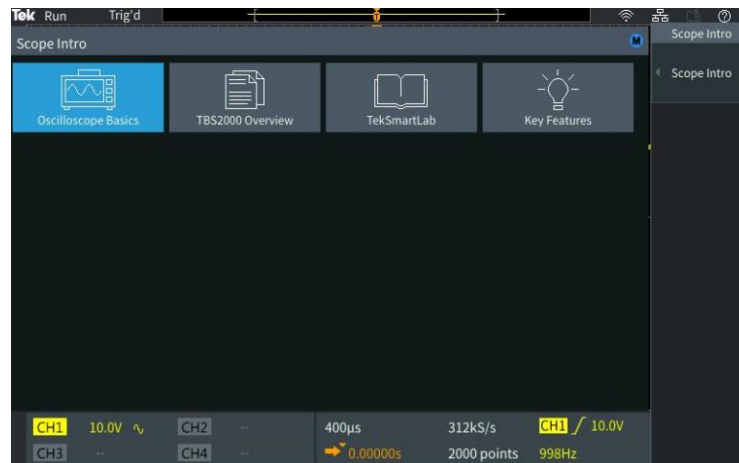

图 3. 选择 Oscilloscope Basics
2. 按下 **Scope Intro** 侧键 (图 3)